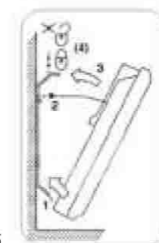

Рис. 6
7. Подвесьте конвектор на кронштейн, для чего приложите нижнюю часть прибора к нижним выступам кронштейна и вставьте их в имеющиеся в нижней части задней панели прибора вырезы. Выполняя данные действия необходимо держать прибор под углом примерно 50-60 градусов (рис. 6).
8. Поверните прибор в горизонтальной плоскости до совмещения верхних выступов кронштейна с верхними вырезами в задней панели прибора и слегка нажмите на прибор до щелчка верхних выступов (рис. 6).